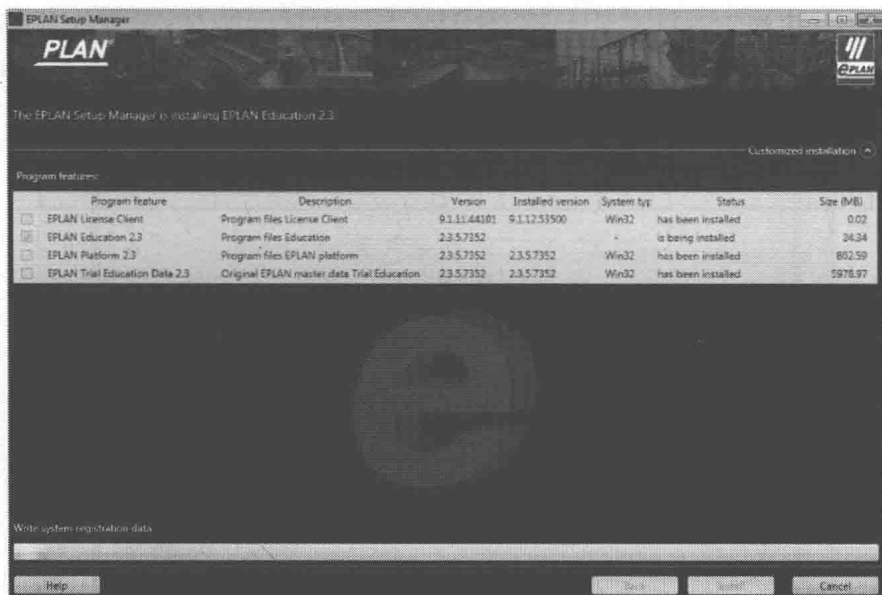

图 1-7 安装进程
(6) 单击“安装”按钮进入安装进程，直至安装完成，如图 1-7 所示。
(7) 单击“Finish”按钮，结束安装。